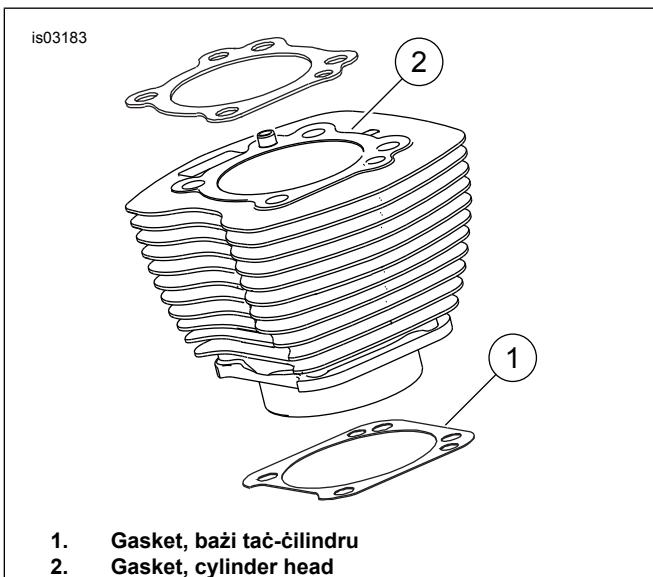

Figura 1. Gaskets taċ-ċilindru
Ara Figura 1. Il-gasket tal-baži taċ-ċilindru ta' 4.060 (1) u l-gasket tas-cylinder head (2) jeliminaw il-bżonn tal-O-rings. Tużax O-rings fuq id-dowels taċ-ċilindru jew spigots taċ-ċilindru.